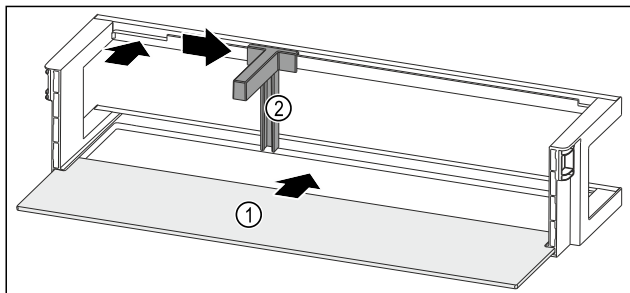

Fig. 141 Ajtópolc tárolólappal
- Tolja be a tárolólapot Fig. 141 (1) az oldalsó bemarásokba.
- Helyezze be a palacktartót Fig. 141 (2) a mélyedésbe.
- Tolja oldalra a kívánt pozícióba a palacktartót Fig. 141 (2).